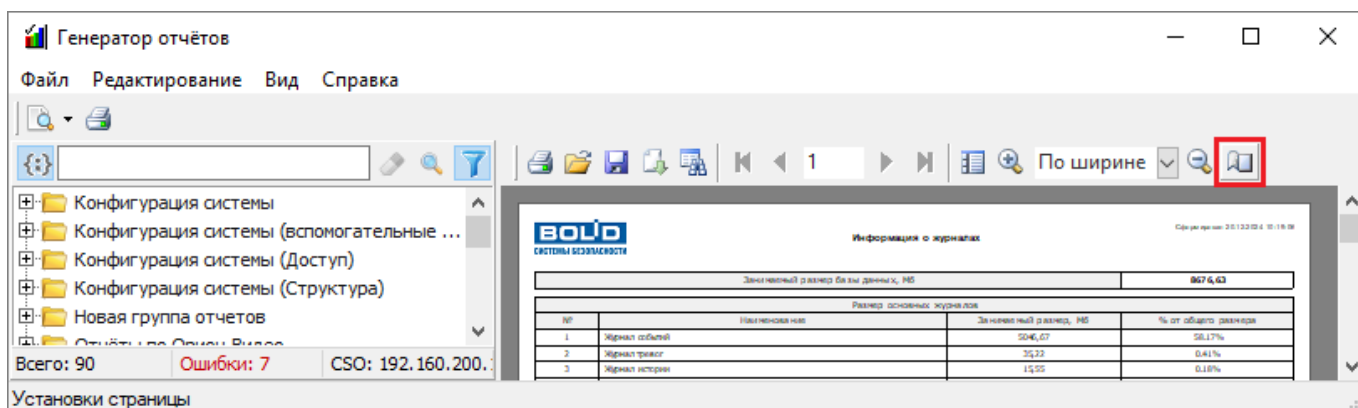

Рисунок 10-336 Вызов окна "Настройки страницы" через панель инструментов предварительного просмотра
- нажмите на панели инструментов предварительного просмотра (см. п. 10.5.4) кнопку «Установки страницы» (см. Рисунок 10-336);